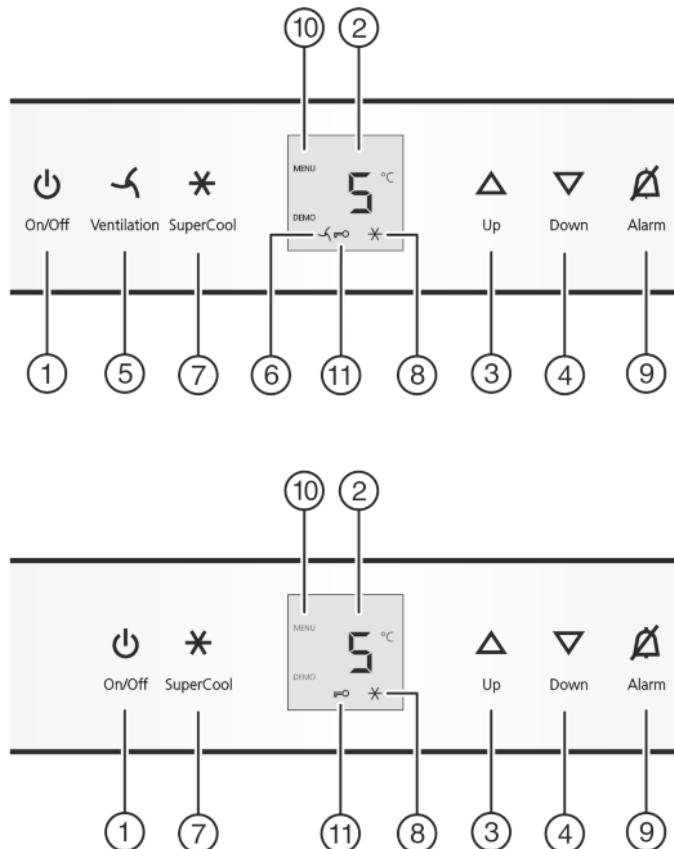

Fig. 2
- Натисніть клавішу On/Off Fig. 2 (1).
- Вимкнення режиму настройки: натисніть клавішу SuperCool Fig. 2 (7) і утримуйте близько 5 секунд.
- Для підтвердження натисніть і швидко відпустіть клавішу SuperCool Fig. 2 (7).
- Для увімкнення функції захисту натисніть і швидко відпустіть клавішу SuperCool Fig. 2 (7).
- ▷ Світиться символ "Функція захисту" Fig. 2 (11). На індикаторі блимає **c1**.
- Для вимкнення функції захисту натисніть і швидко відпустіть клавішу SuperCool Fig. 2 (7)..
- ▷ Гасне символ функції захисту Fig. 2 (11). На індикаторі блимає **c0**.
- Вихід з режиму настройки: Натисніть клавішу On/Off Fig. 2 (1).
- натисніть сигнальну клавішу Alarm Fig. 2 (9).
- ▶ Настройка більш високої температури: Натисніть клавішу Up Fig. 2 (3).
- ▶ Настройка більш низької температури: Натисніть клавішу Down Fig. 2 (4).
- ▶ натисніть і швидко відпустіть клавішу SuperCool Fig. 2 (7).
- ▶ Світиться символ SuperCool Fig. 2 (8).
- ▶ Вимикається символ SuperCool Fig. 2 (8).
- ▶ Натисніть і швидко відпустіть клавішу "Вентилятор" Fig. 2 (5).
- ▶ Світиться символ "Вентилятор" Fig. 2 (6).
- ▶ Гасне символ "Вентилятор" Fig. 2 (6).